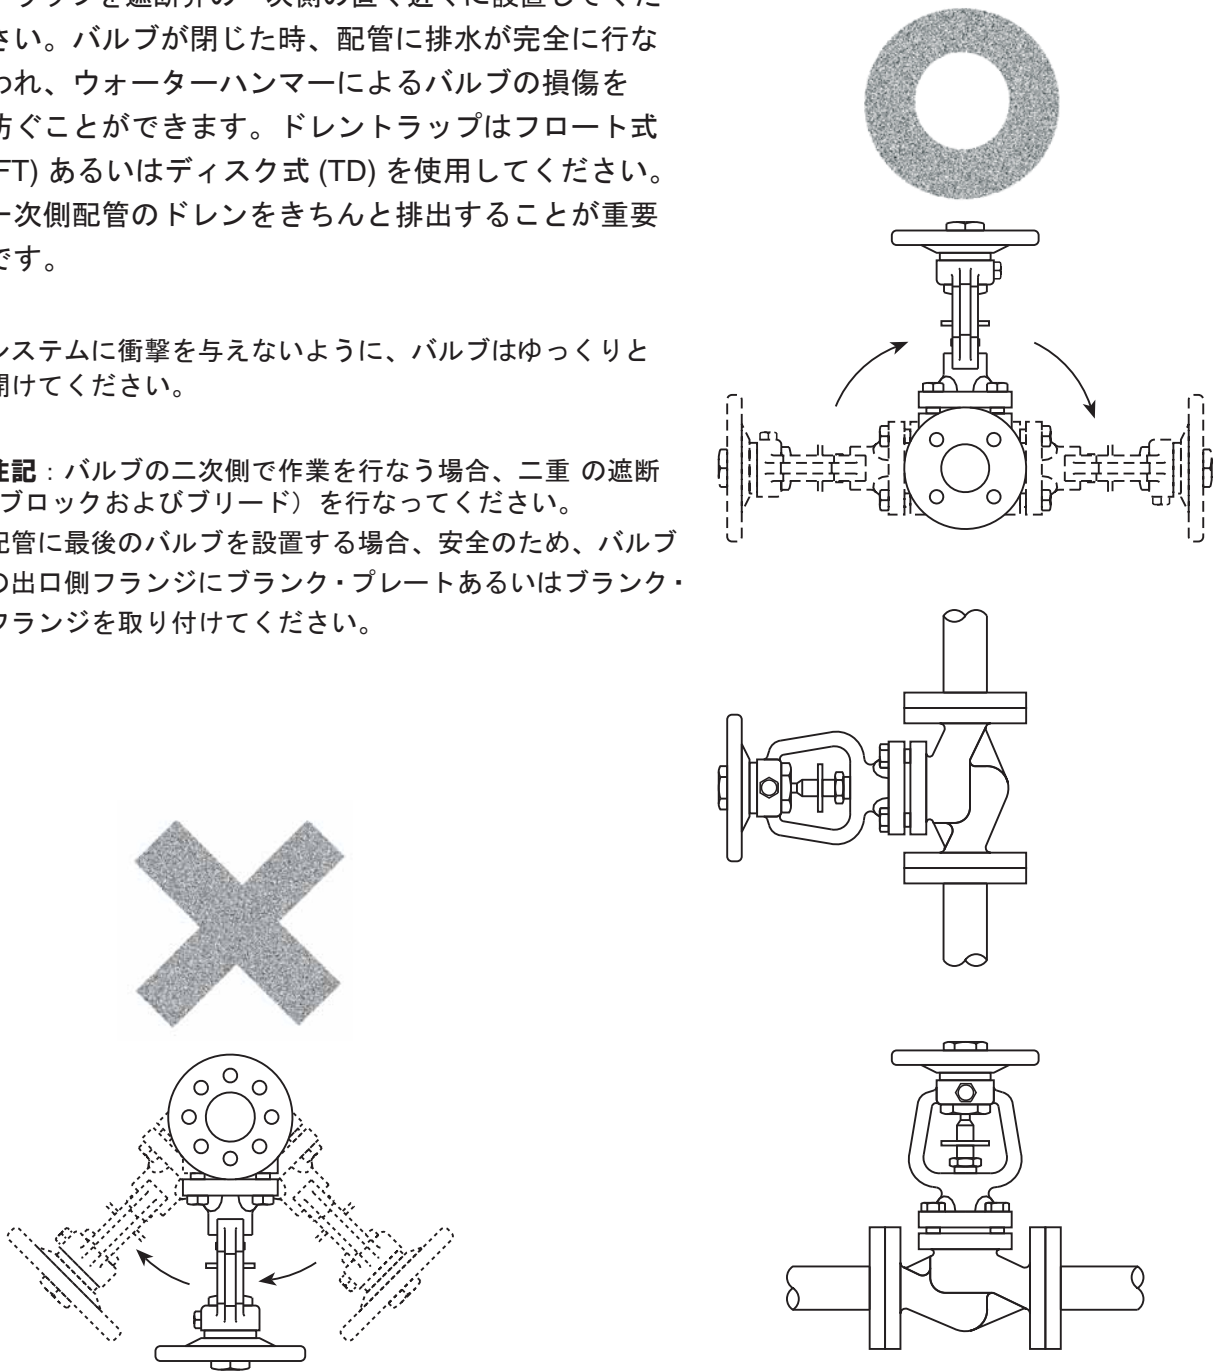

図 4. 間違った設置
- 3.3** バルブは本体に表示してある矢印に流れの向きを合わせて設置します。軸が垂直になる位置が望ましい位置です。バルブは垂直から水平面まで設置することができます。(図4参照)